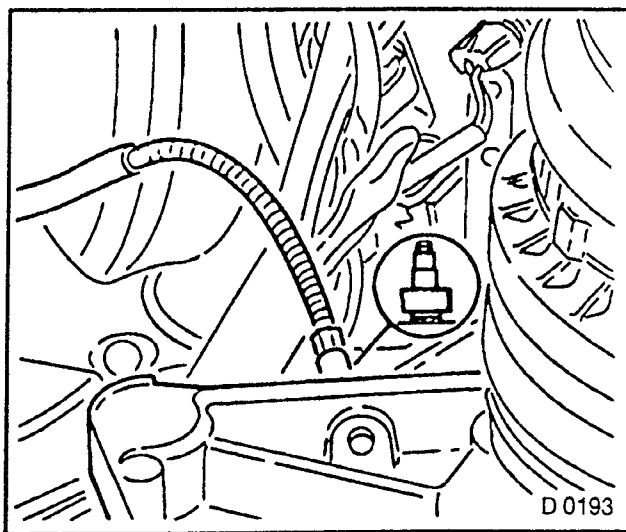

Fig. 280
3. Speedometer cable (Fig. 280).